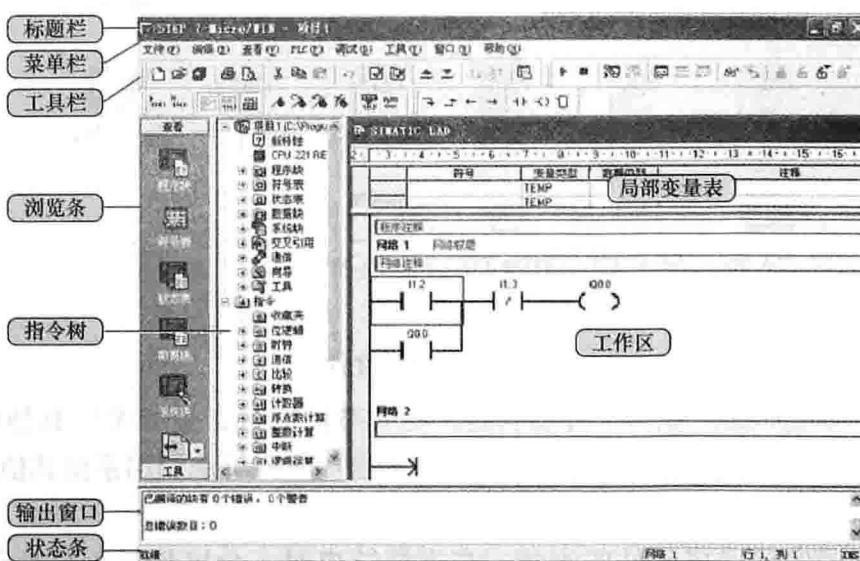

图 1-3 STEP 7-Micro/WIN 32 的窗口元素
STEP 7-Micro/WIN 32 的窗口元素如图 1-3 所示。